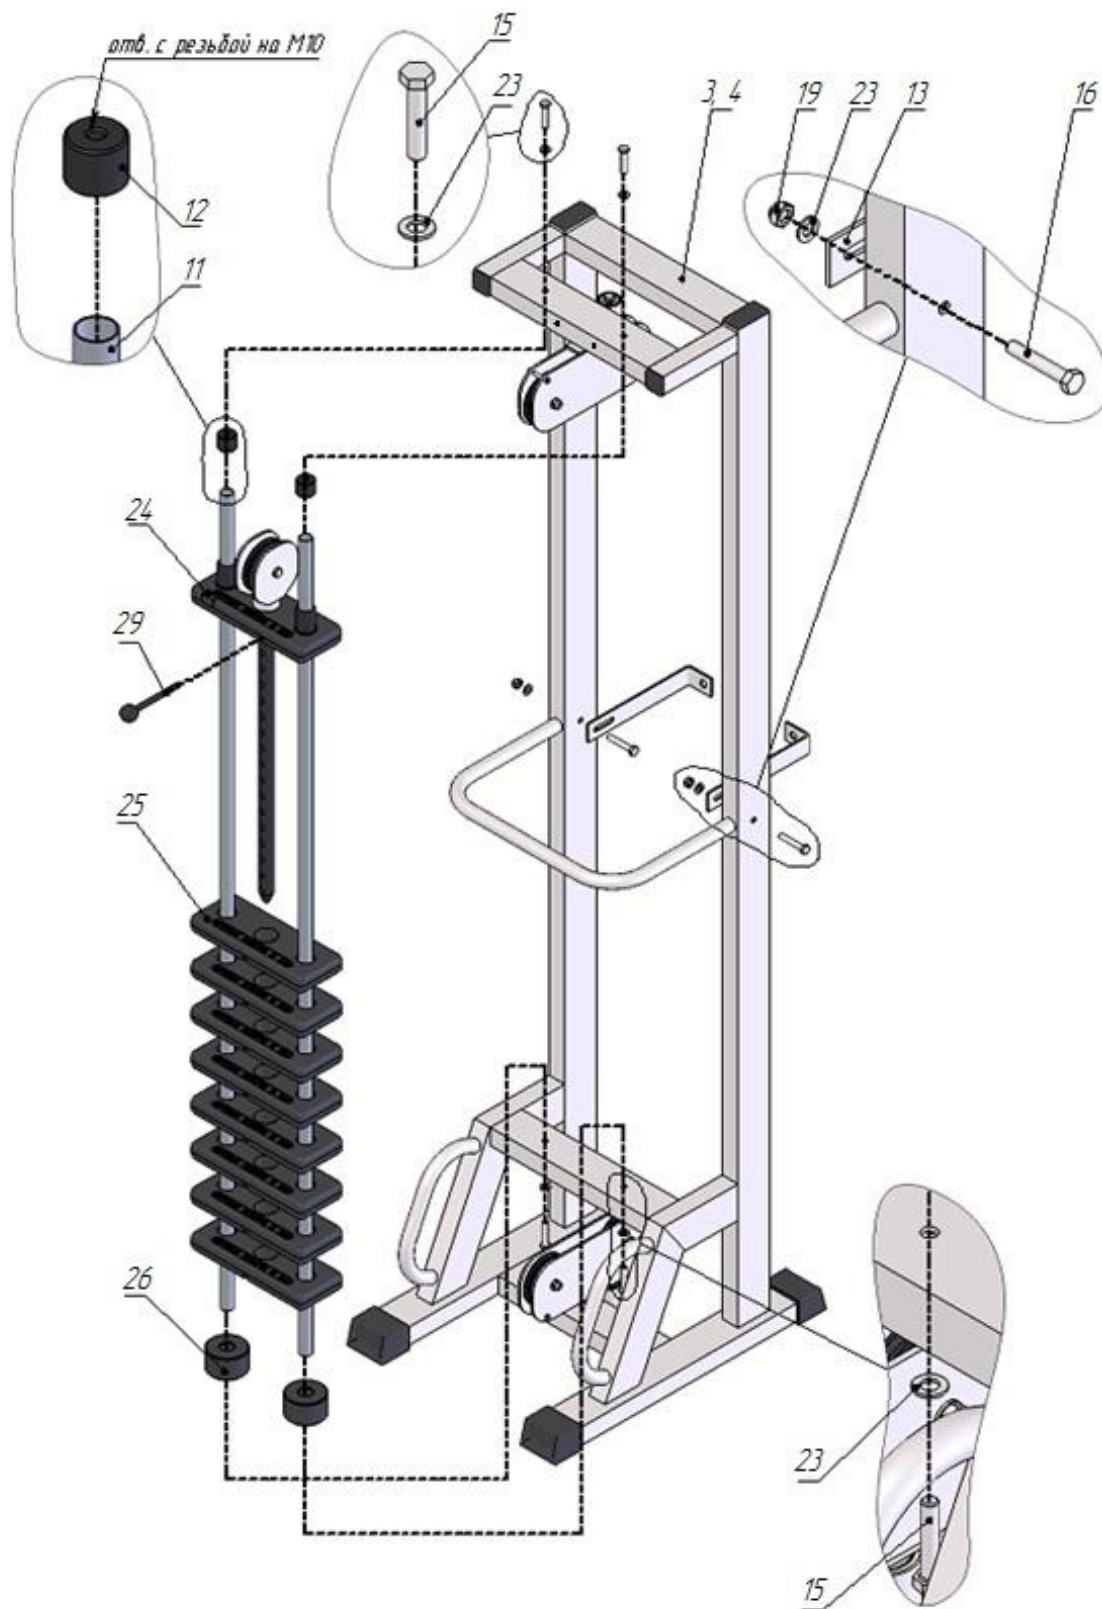

Рис.2
2. А) К раме грузоблоков (3,4) прикрутите демпфера (26) комплектом крепежа: болт М10х50 (15), шайба D10 (23); в демпфера (26) вставьте направляющие (11), наклонив направляющие, поочередно наденьте грузоблоки 5 кг – 17 шт. (25); следом наденьте верхний груз с флейтой (24); сверху на направляющие (11) наденьте центрирующие втулки (12). Затем через отверстия в раме (3,4) вкрутите во втулки (12) комплект крепежа: болт М10х50 (15); шайба D10 (23). При помощи фиксатора (29) установите необходимую Вам нагрузку
Б) К раме грузоблоков (3,4) прикрутите уголки для крепления к стене (13) комплектом крепежа: болт М10х60 (16), гайка М10 (19), шайба D10 (23) (рис.2).